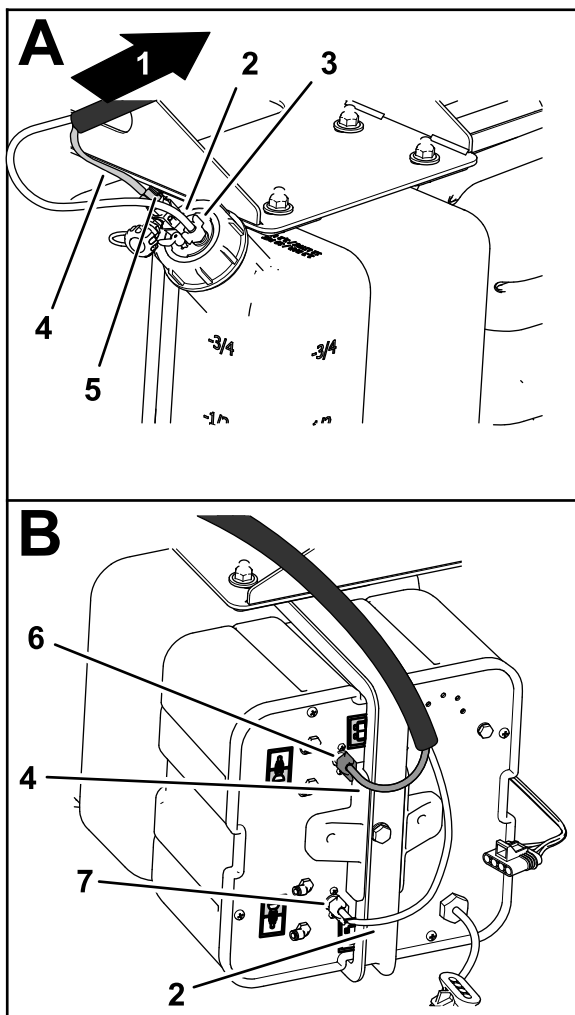

Bild 3
- Verlegen Sie die Loopbackschläuche vom Kompressor zum Behälter 92 cm vom Deckel der Druckmuttern an der Seite des Kompressors (**Bild 3**).
2. Nehmen Sie die weiße Druckmutter ab und montieren sie am durchsichtigen Schlauch (Bild 3).
3. Montieren Sie den durchsichtigen Schlauch und die weiße Druckmutter im Anschlussstück an der Seite des Kompressors und ziehen Sie die weiße Druckmutter mit der Hand an (Bild 3).
4. Nehmen Sie die blaue Druckmutter vom Anschlussstück an der Seite des Kompressors ab (Bild 3).
5. Montieren Sie den blauen Schlauch und die blaue Druckmutter im Anschlussstück an der Seite des Kompressors und ziehen Sie die blaue Druckmutter mit der Hand an (Bild 3).